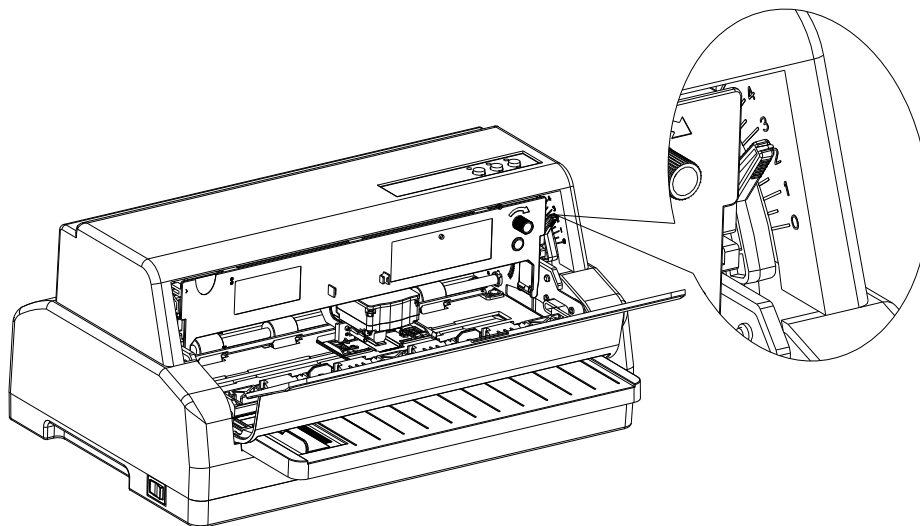

图 3-1 设定纸厚调节手柄
将纸厚调节杆设定于合适的刻度位置，以达到良好的打印品质及防止发生卡纸等问题。您必须上下拨动如图 3-1 所示的纸厚调节杆来设定刻度。外壳上的刻度【1】为标准纸张刻度。大部分单页的纸张都以此为标准。
3. 将纸厚调节手柄设定在【1】刻度位置（参见图 3-1）。